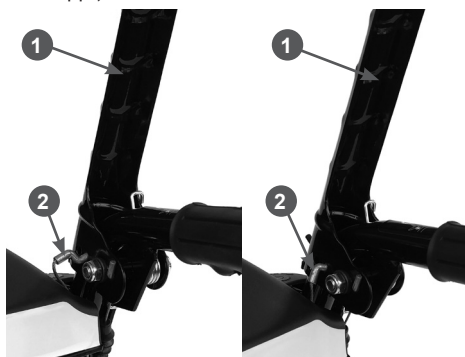

Рис. 9 Установка наконечника троса включения хода
- вставьте Z-образный наконечник 2 троса в отверстие на рычаге 1, как показано на Рис. 9;